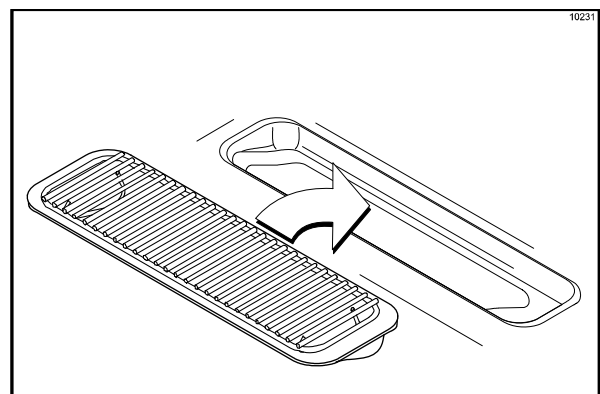

Abbildung 142
14. Die vordere Tropfschale und das Spritzgitter unter den Zapfauslässen einsetzen. (Siehe Abbildung 142.)